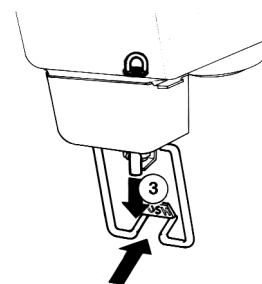

figura 12
- 3 - Tirar (3) ligeramente hacia abajo la extremidad del tubo goma hasta ajustarlo completamente (ver figura 12).